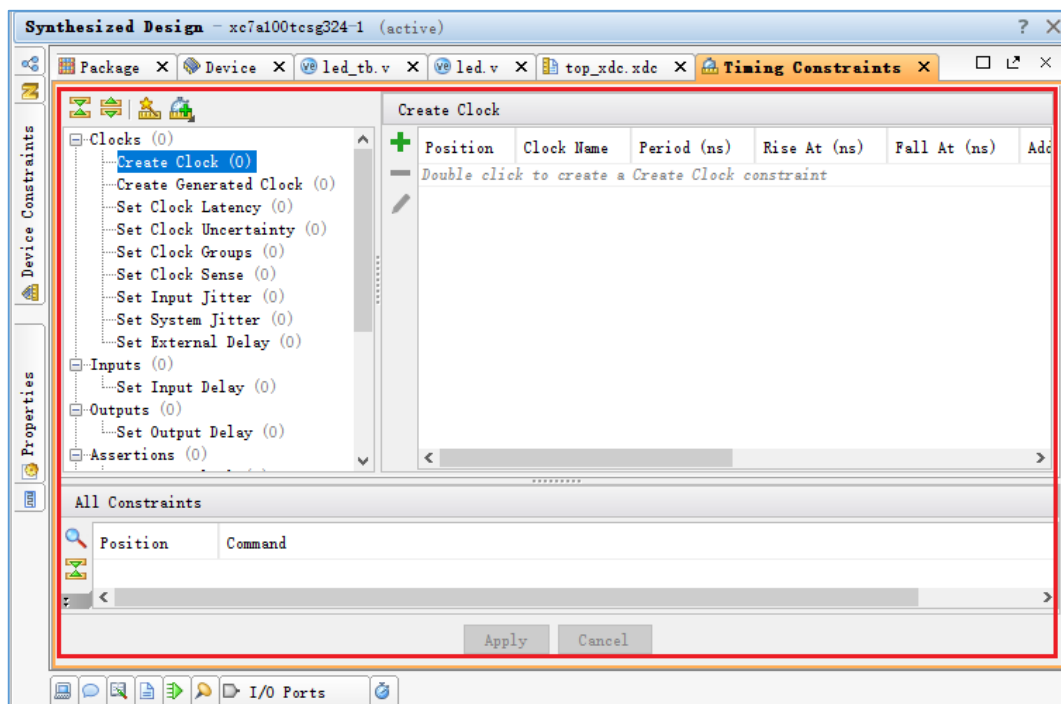

图 4.44 时钟约束
2. 打开图 4.44 所示时序约束界面，开始进行时序约束。